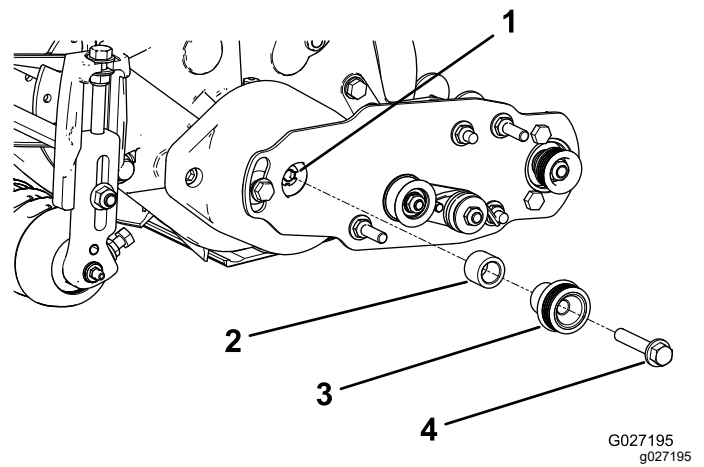

图 15
- 将隔片插入轴承座的轴中 图 15。
- 将驱动皮带轮插入隔片和驱动轴 图 15。
- 用一个凸缘头螺栓  $\frac{3}{8}$  x 2 英寸将皮带轮和隔片固定到驱动轴上请参阅 图 15。